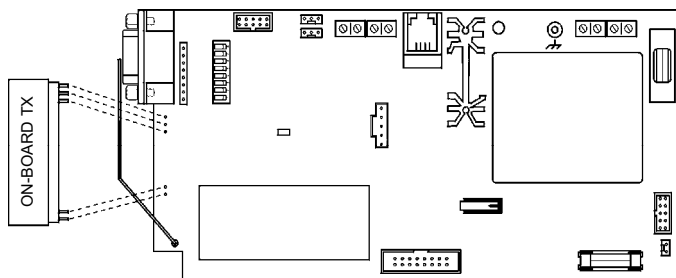

Figura 3: Enclavijar el Transmisor On-Board
5. Para soportar la OS826, el transmisor on-board tiene que instalarse en la placa principal del ProGuard800. Enclavije el transmisor en la placa principal del panel de control como viene mostrado en Figura 3.